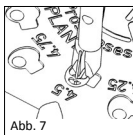
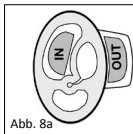

Abb. 7
Abb. 8a
■ **Abb. 7/8** Zum Schließen der Kopfplatte muss das Titan-Schließzängchen (REF 8000 137) verwendet werden! Mit dem Schließzängchen (REF 8000 137) wird der Bügel innerhalb der Prothesenkopfplatte gerade gebogen und somit die Kopfplatte am Schaft der Prothese fixiert (Abb. 7). Dabei ist darauf zu achten, dass die richtige Schenkelseite des Schließzängchens an der entsprechenden Position an der Kopfplatte der Prothese anliegt. „INSIDE“ für innere Seite der Kopfplatte und „OUTSIDE“ für äußere Seite der Kopfplatte (Abb. 8a, 8b).